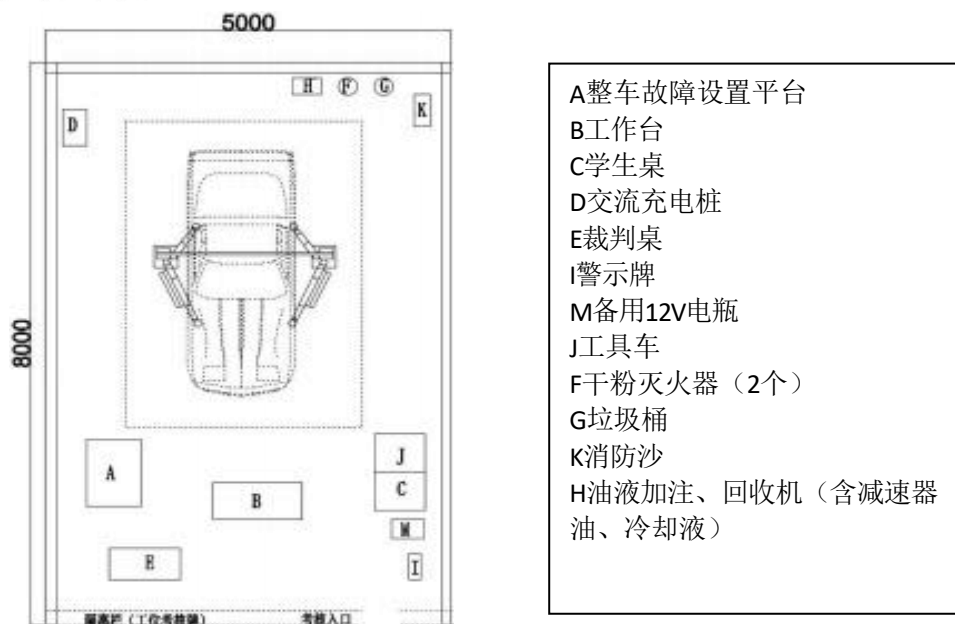
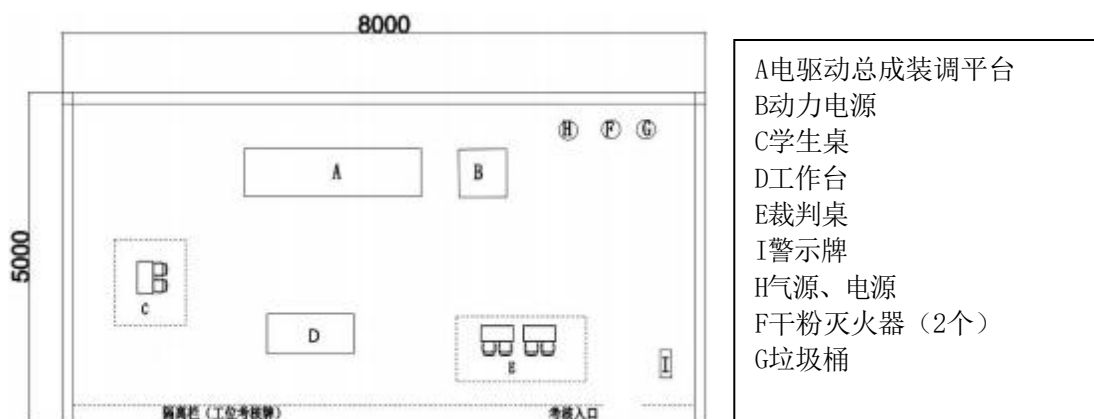

图2整车竞赛工位布置图
图4电驱动总成竞赛工位布置图
3. “新能源汽车故障诊断与排除”竞赛场地，每个工位占地面积 $40\text{m}^2$ ，提供220V交流电，插座带漏电保护器和接地保护，能承载功率7kw、电流32A以上；“动力电池总成装调与检修/充电设备装调与检修”竞赛场地，每个工位占地面积 $40\text{m}^2$ ，“电驱动总成装调与检修”竞赛场地，每个工位占地面积 $40\text{m}^2$ ，提供高压气源（压力不低于300KPa），提供220V交流电，插座带漏电保护器和接地保护，能承载功率7kw、电流32A以上；实操竞赛工位布置如图2-图4。